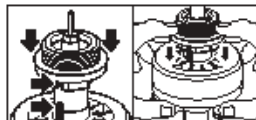

Figura P4
5. Instale o adaptador roscado de 1” pressionando-o sobre a haste do atuador e certificando-se de que o entalhe no adaptador se alinha com o entalhe na haste do atuador (Figura P4).